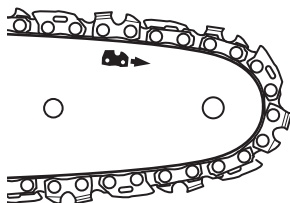

Fig. 9
- > Testez la tension de la chaîne [3] en soulevant la chaîne d'une main sans tenir l'appareil avec l'autre main. La chaîne est suffisamment tendue quand elle peut être décollée de 2 - 4 mm au niveau du milieu du guide-chaîne [4] (Fig. 9, 10).